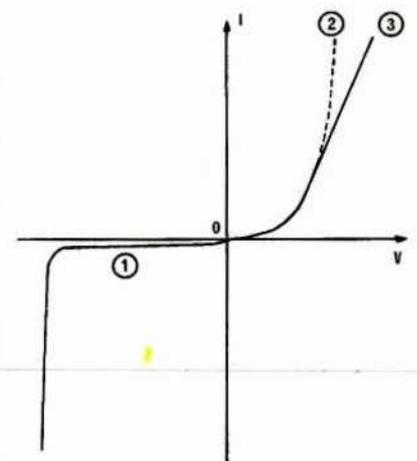

Figure 2
La figure 2 donne alors l'allure générale de la caractéristique. Nous y distinguerons plusieurs parties :
- dans la région des potentiels positifs, l'intensité, nulle pour une polarisation nulle, croît très rapidement avec  $V$ . Nous montrerons que cette croissance, d'abord exponentielle, tend à devenir ensuite linéaire (courbe 3 de la figure 2). Le courant direct s'explique par l'abaissement de la barrière de potentiel (ou par la diminution, puis l'inversion du champ électrique dans la jonction), qui permet le passage des porteurs majoritaires ;
- dans la région des potentiels négatifs, apparaît un courant inverse. D'intensité d'abord croissante, il tend très vite vers une valeur limite  $I_s$  constante et faible, dite « **courant de saturation** » (courbe 1 de la figure 2). Ce courant de saturation résulte du déplacement des porteurs minoritaires à travers la jonction ;
Ceci conduit à la courbe exponentielle 2 de la figure 2, qui diffère de la courbe expérimentale 3. On peut expliquer cette différence par les chocs des électrons libres sur les ions du réseau cristallin : ces chocs engendrent un freinage, et la vitesse des électrons atteint une valeur limite  $v$ , qui croît avec le champ électrique. Cette limitation traduit la résistance propre du semiconducteur. Or, dans une résistance, le courant croît linéairement avec la tension : on retrouve ainsi la courbe 3 de la figure 2.
ce qui correspond bien au résultat expérimental de la figure 2.
La caractéristique d'une diode (voir figure 2) a mis en évidence le phénomène de claquage, pour des tensions inverses suffisamment élevées. En fait, deux effets physiques distincts peuvent, selon les cas, expliquer le claquage : l'effet Zener, et l'effet d'avalanche.